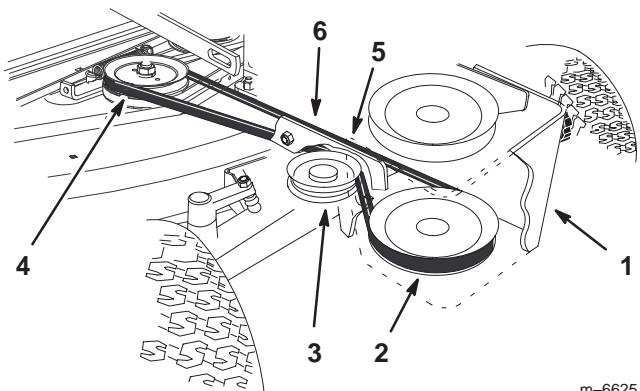

Figure 9
- Montez la courroie d'entraînement du plateau de coupe sur la poulie centrale du plateau de coupe (Fig. 9). Vérifiez qu'elle se trouve sur la poulie centrale supérieure.
- Montez la courroie d'entraînement du plateau de coupe sur la poulie inférieure et la poulie de tension inférieure dans le bâti de poulies (Fig. 9).